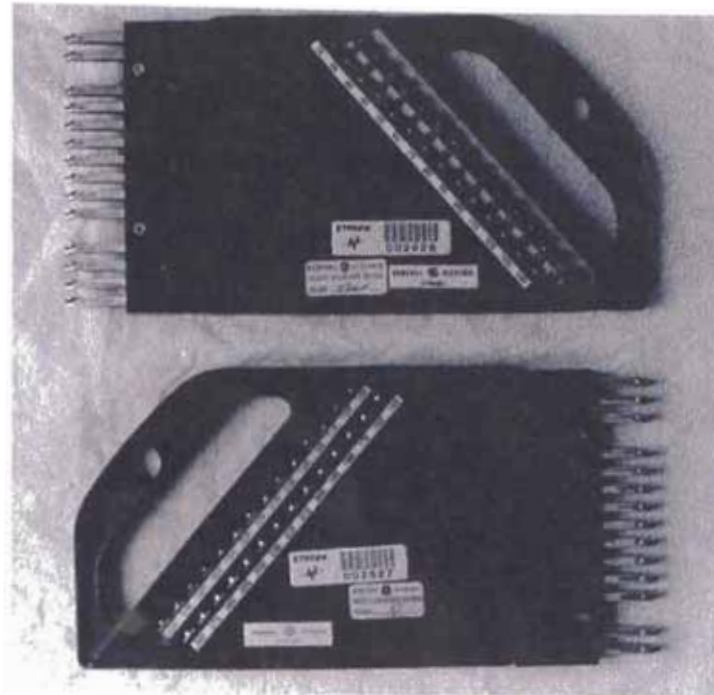

Figura V.6 Peines de Pruebas GE
- Los relés GE también tienen sus peine de pruebas, estos también abren los circuitos de tensión y de disparo, sin embargo no cortocircuitan los circuitos de corriente. Estos peines (Ver figura V.6) tienen unas conexiones para el lado del sistema y otras para el lado del relé. Los números en rojo representan las conexiones para el lado del sistema y los números en negro las conexiones para el lado del relé.